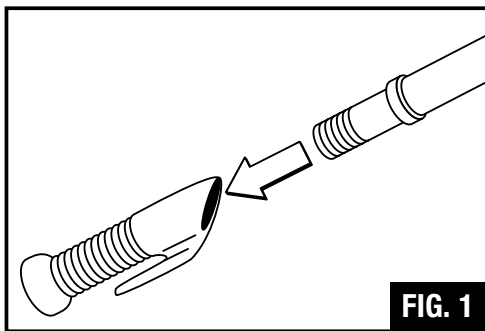
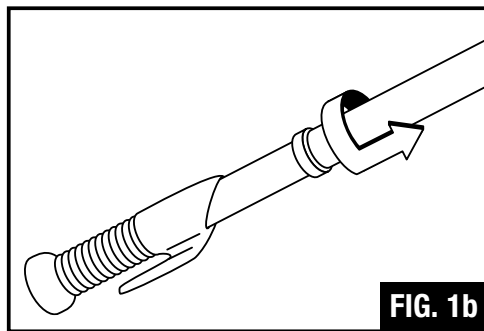

FIG. 1
FIG. 1b
1. Después de retirar el artefacto de su caja, enrosque el tubo telescópico en el cuerpo principal del aparato (Fig. 1) Luego, gire los dos extremos y tire de ellos para extenderlo a la longitud deseada. Bloquéelo en la parte superior girando en sentido horario (Fig. 1b).